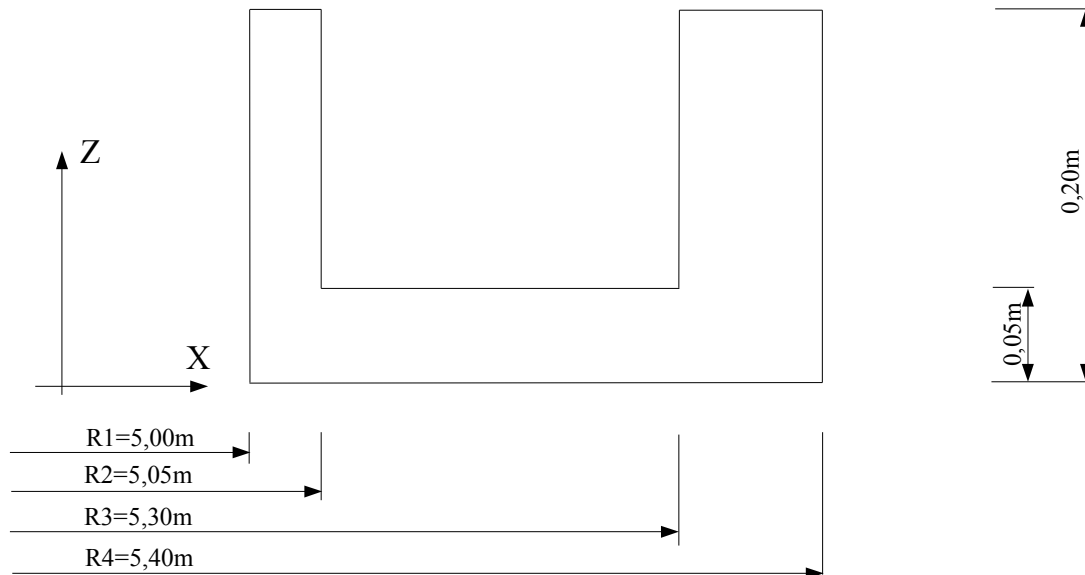
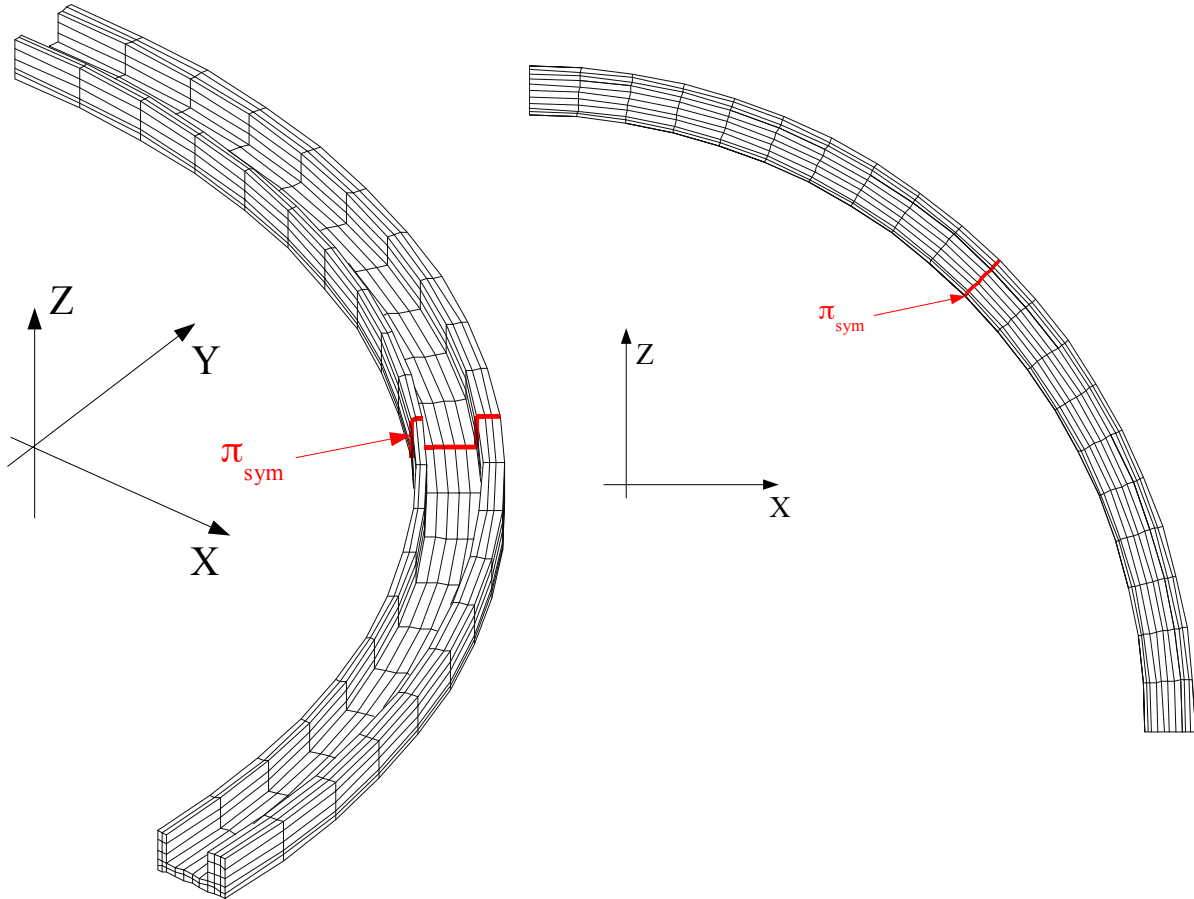

Figure 1.1-a : Coupe de la structure
Figure 3.2-a : Maillage du 1/4 de la structure.
La structure est obtenue par rotation autour de l'axe Z, de la section représentée à la [Figure 1.1-a].
*Dans ce cas test, des nœuds du maillage, [Figure 3.2-a], appartiennent au plan de symétrie  $\pi_{sym}$ . Pour ces nœuds, la projection du champ de température sera donc comptabilisé 2 fois. Pour éviter de cumuler le champ de température une fois de trop, une solution est de créer un modèle contenant uniquement ces nœuds et de réaliser la projection sur le maillage complet. Ce champ projeté sera ensuite soustrait à l'aide de la commande CREA\_CHAMP/OPERATION='ASSE'.*
La projection du champ de température calculé sur 1/8ème de structure (maillage de la [Figure 1.1-a]) est projeté sur le modèle construit à partir du maillage du 1/4 de structure [Figure 3.2-a)].